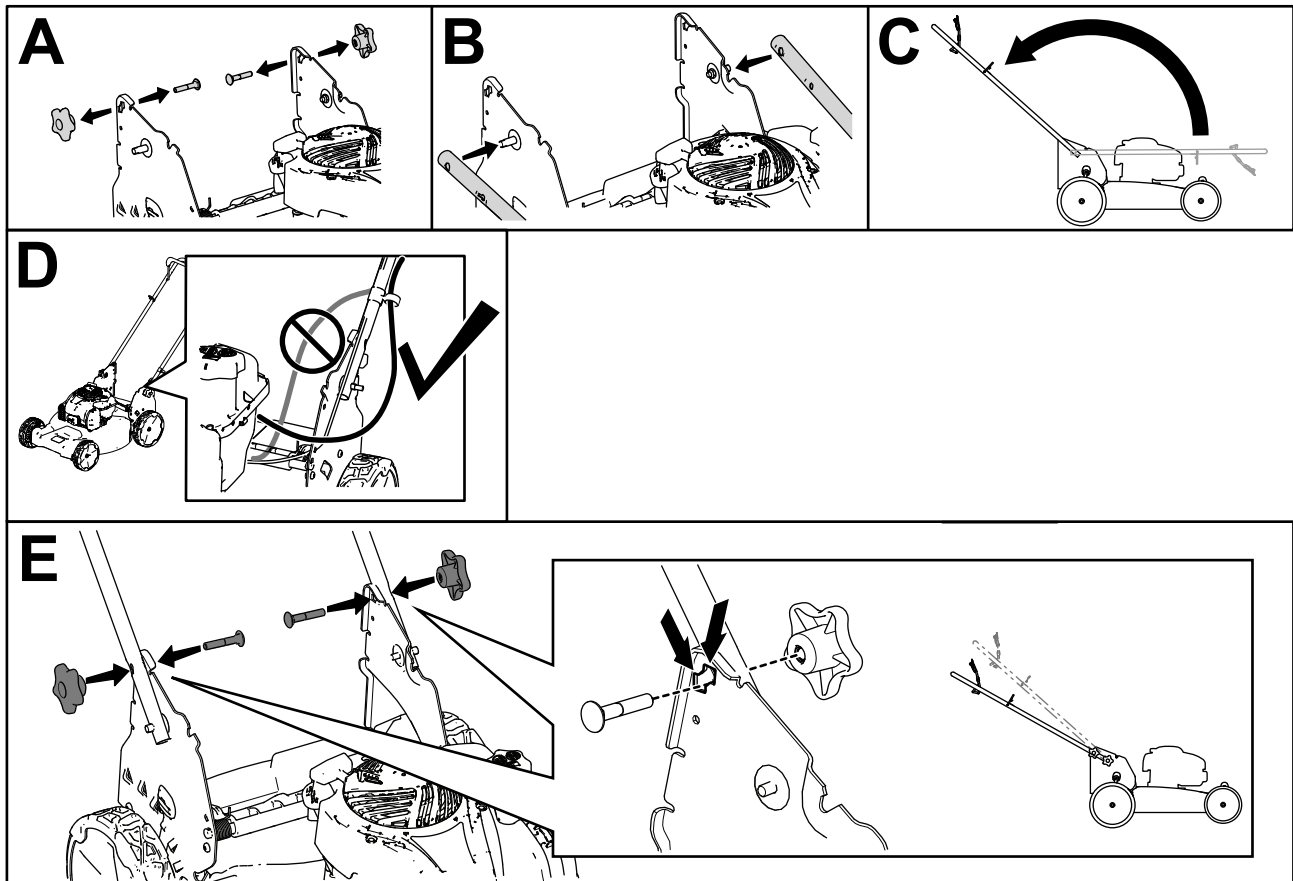

Figura 3
1. Retire los pomos del manillar y los pernos de cuello cuadrado de los soportes del manillar (Figura 3, A).
2. Sujete el manillar a la máquina usando los orificios de los extremos del manillar (Figura 3, B).
3. Mueva el manillar hacia atrás a la posición de uso (Figura 3, C).
4. Asegúrese de colocar los cables en el exterior del manillar (Figura 3, D).
5. Apriete los pomos y los pernos de cuello cuadrado para bloquear el manillar en la posición de operación superior o inferior (Figura 3, E).